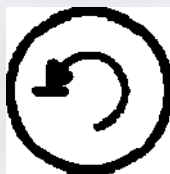

Рисунок 42
8.2.18 Если вы хотите сделать еще один снимок ВНЧС, нажмите кнопку возврата **Return** (см. рисунок 42), чтобы вернуть аппарат в положение РЮ, а затем повторно поместите пациента для второго снимка (см. п. 8.2.13).